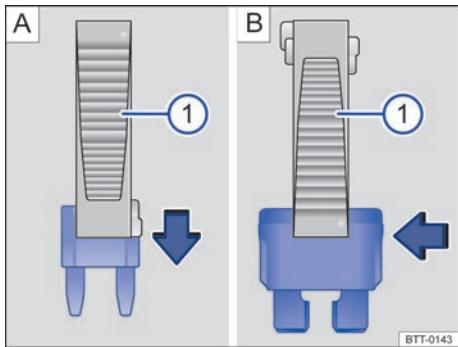

Fig. 148 Extraer o colocar el fusible con las pinzas de plástico: **A** Fusible enchufable plano. **B** Fusible tipo bloque.
- Retire las pinzas de plástico → fig. 148 **A** situadas en la cubierta de la caja de fusibles.
- En el caso de los *fusibles pequeños*, agárrelos con las pinzas → fig. 148 **B** desde arriba → fig. 148 **A**.
- En el caso de los *fusibles más grandes*, desplace las pinzas → fig. 148 **B** lateralmente sobre el fusible → fig. 148 **B**.